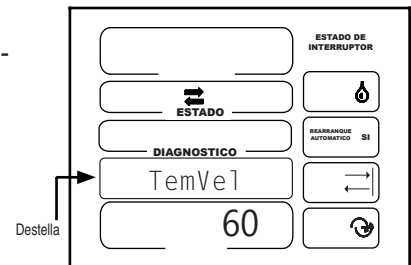

Figura 37-2
Cuando el tiempo del ciclo del temporizador de velocidad se ajusta en 60 segundos, y el temporizador de velocidad está ajustado en 50%, la última torre se moverá durante 30 segundos de cada minuto y luego parará durante 30 segundos. El retardo tiene un margen de 20 a 200 segundos y el valor predeterminado de fábrica está ajustado en 60 segundos. Vea la Figura 37-2.
1. TemVel debe estar destellando. Vea la Figura 37-2.